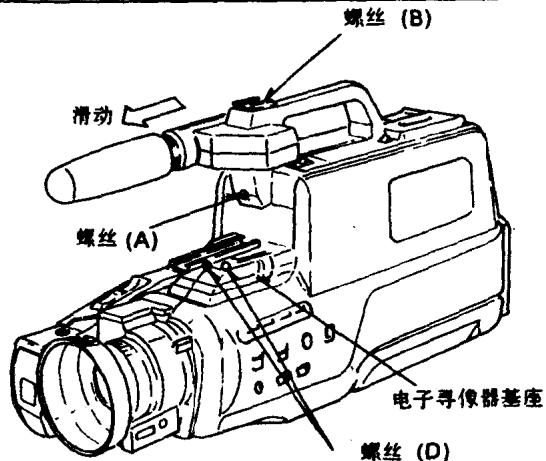
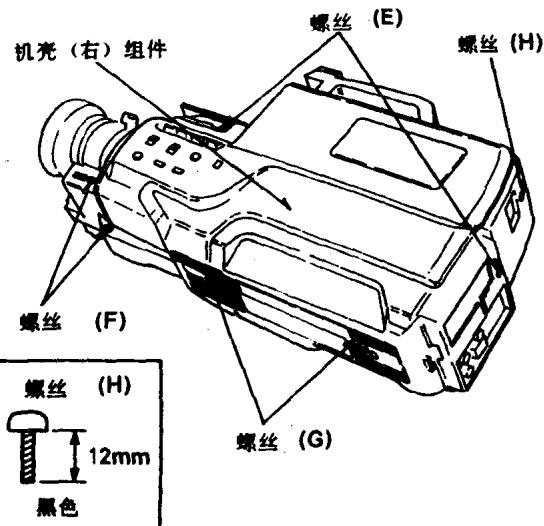

图 D3
图 D5
- (1) 旋下两个螺丝 (A) 和 (B)。
- (2) 按图 D3 所示方向轻轻推动话筒组件。
- (3) 断开话筒组件的接头。
- (1) 按图 D3 所示旋下两个螺丝 (D)。
- (2) 拆下电子寻像器基座。
- (3) 旋下两个螺丝 (E)，两个螺丝 (F)，两个螺丝 (G) 和螺丝 (H) (图 D5)。
- (4) 轻轻提起机壳 (右) 组件。